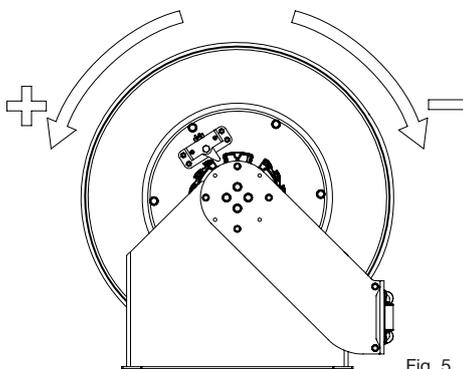

Fig. 5
6. Apply the pre-tension to the power spring by turning the spool the number of turns indicated below, depending on the power spring version and the hose length (fig. 5).
6. Snurra trumman för att skapa förspänning i fjädern, antalet varv beror på slanglängd och dimension, se tabell (fig. 5).
6. Spannen Sie die Schlauchfeder vor, indem Sie abhängig vom Trommelfedertyp und der Schlauchlänge die angegebene Anzahl von Drehungen an der Schlauchtrommel ausführen (Abb. 5).
4. Turn the spool to increase or decrease the power spring tension (fig. 5).
4. Snurra på trumman för att öka eller minska på fjäderspänningen (se fig. 5).
4. Drehen Sie die Schlauchtrommel, um die Federspannung zu erhöhen oder zu reduzieren (Abb. 5).